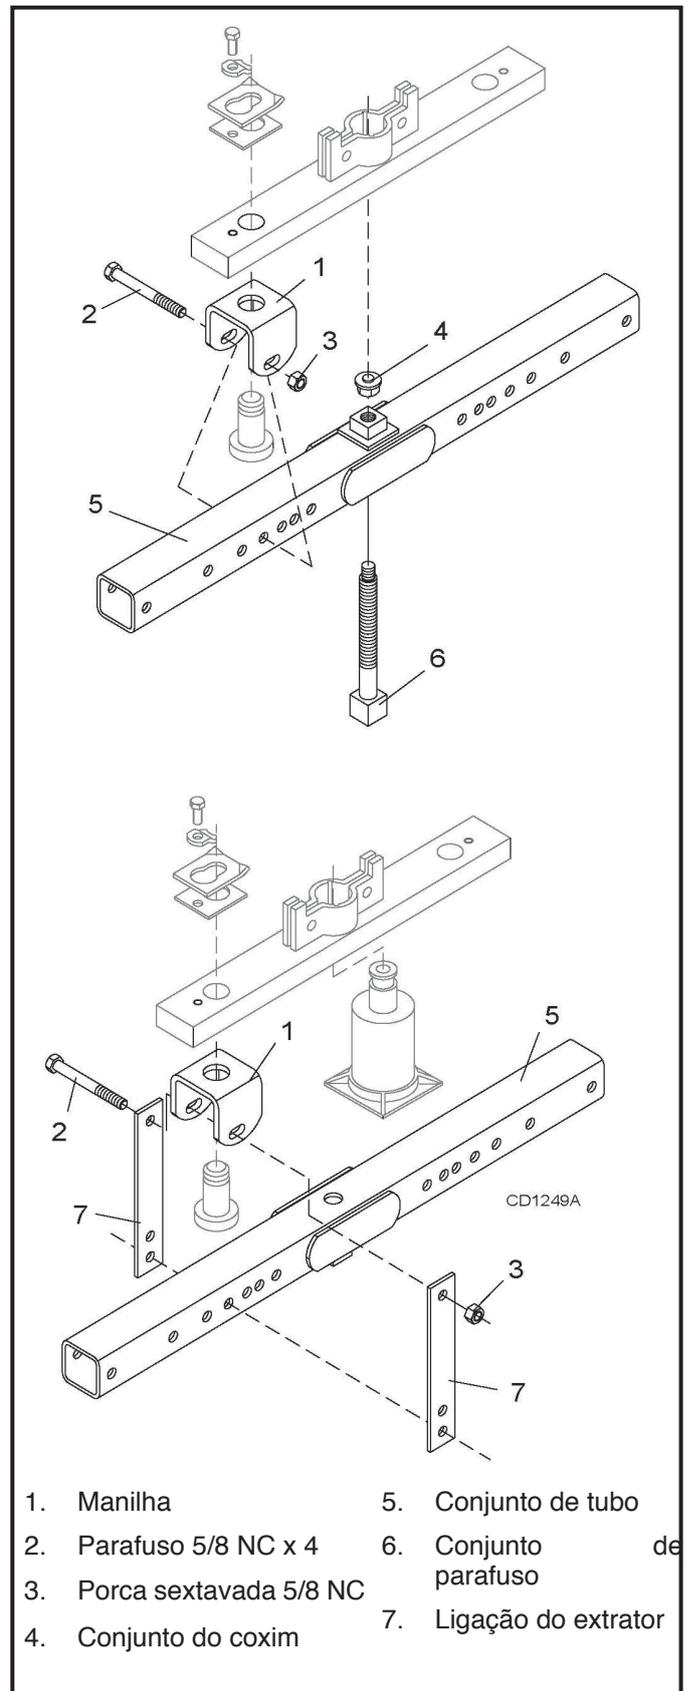

Figura 23. Remoção da Barra Transversal
NOTA: Você precisará usar o parafuso de extração (Item 6, Figura 23) ou um pequeno macaco hidráulico para remover a barra transversal.
3. Remova o contrapino (38) e a porca castelo (37) da parte inferior da barra transversal.
4. Veja a Figura 23. Prenda uma manilha (1) a cada extremidade da barra transversal usando os pinos das lâminas, espaçadores, travas e os grampos dos pinos.
5. Posicione o conjunto do tubo (5) com a porca contra a barra transversal para remoção com o parafuso extrator ou para baixo para a remoção com o macaco hidráulico.
6. Para remoção com parafuso de extração, prenda o tubo (5) a cada manilha com os parafusos (2) e porcas (3). Coloque o coxim (4) na porca e aparafuse o parafuso do extrator (6) na porca por baixo. Aperte até que o coxim fique firme contra o eixo da caixa de engrenagens. Para obter melhores resultados, bata na cabeça do parafuso do extrator com um martelo enquanto aperta com uma chave adequada.
7. Para remoção com macaco, prenda o tubo a cada manilha com as ligações extratoras (7), parafusos (2) e porcas (3). Posicione o macaco no tubo pressionando contra o eixo da caixa de engrenagens. Lentamente aplique força com o macaco.